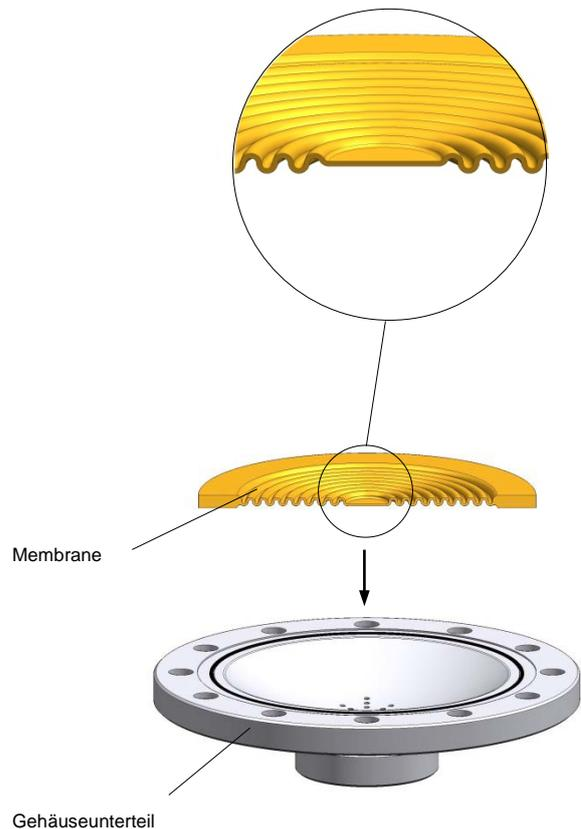

Abb. 30 Membranwechsel (1.4571-Ausführung)
- Neue Membrane mit der Wölbung nach unten einsetzen (bei Pulsationsdämpfer aus 1.4571 mit PTFE-Membrane) (siehe Abb. 30).